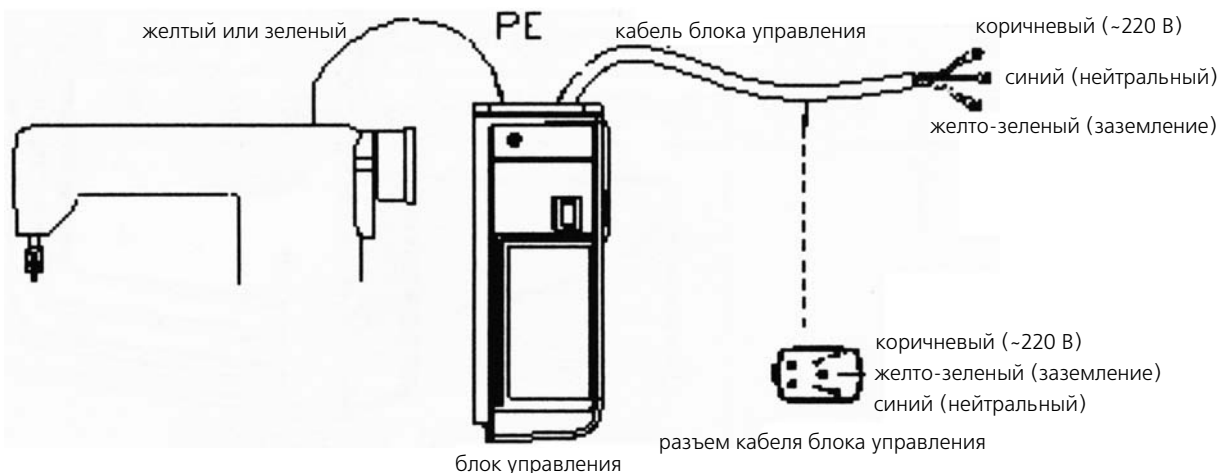
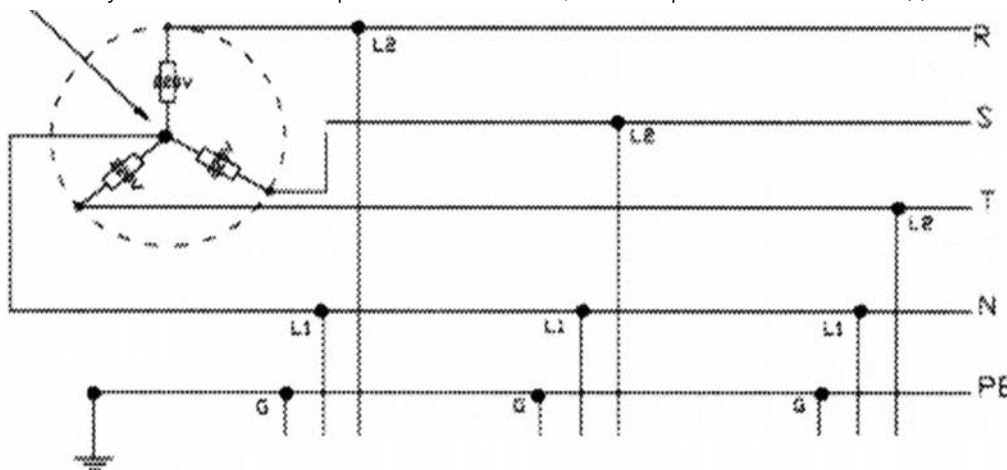

рис. 3-1
рис. 3-2
3.1. Провод заземления (зелено-желтый) должен быть заземлен. Используйте соответствующий разъем и дополнительный провод при соединении провода к Земле и надежно закрепите его (см. рис. 3-1).
Подключение мотора к 3-х фазной электросети с напряжением 380 В показано ниже (см. рис. 3-2):
Шаг 1: В режиме ожидания (см. Рис.1.2.1) сначала нажмите  (1-я кнопка) и удерживайте её, нажав одновременно кнопку  (3-я кнопка). При двух нажатых кнопках цифровой дисплей отобразит значение (см. Рис.3.1), требуя ввода пароля. Пароль по умолчанию 000.
Рис.3.1 интерфейс пароля
Если пароль правильный, введите измененный индекс параметров (см. Рис. 3.2), или оставьте начальный пароль (см. Рис. 3.1).
Рис.3.2 технический индекс